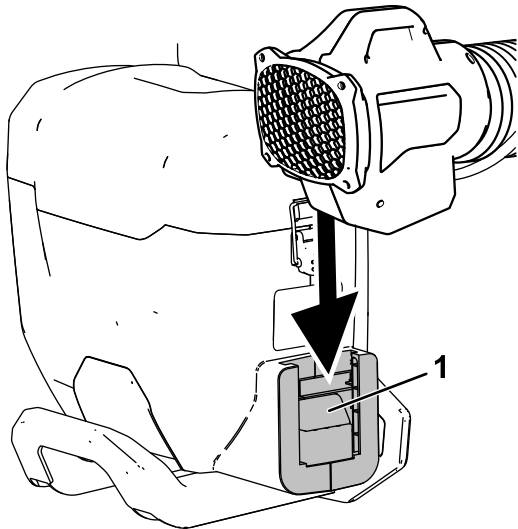

Figura 4
1. Alinee el cañón soplador con el conector de alimentación de la mochila (Figura 4).